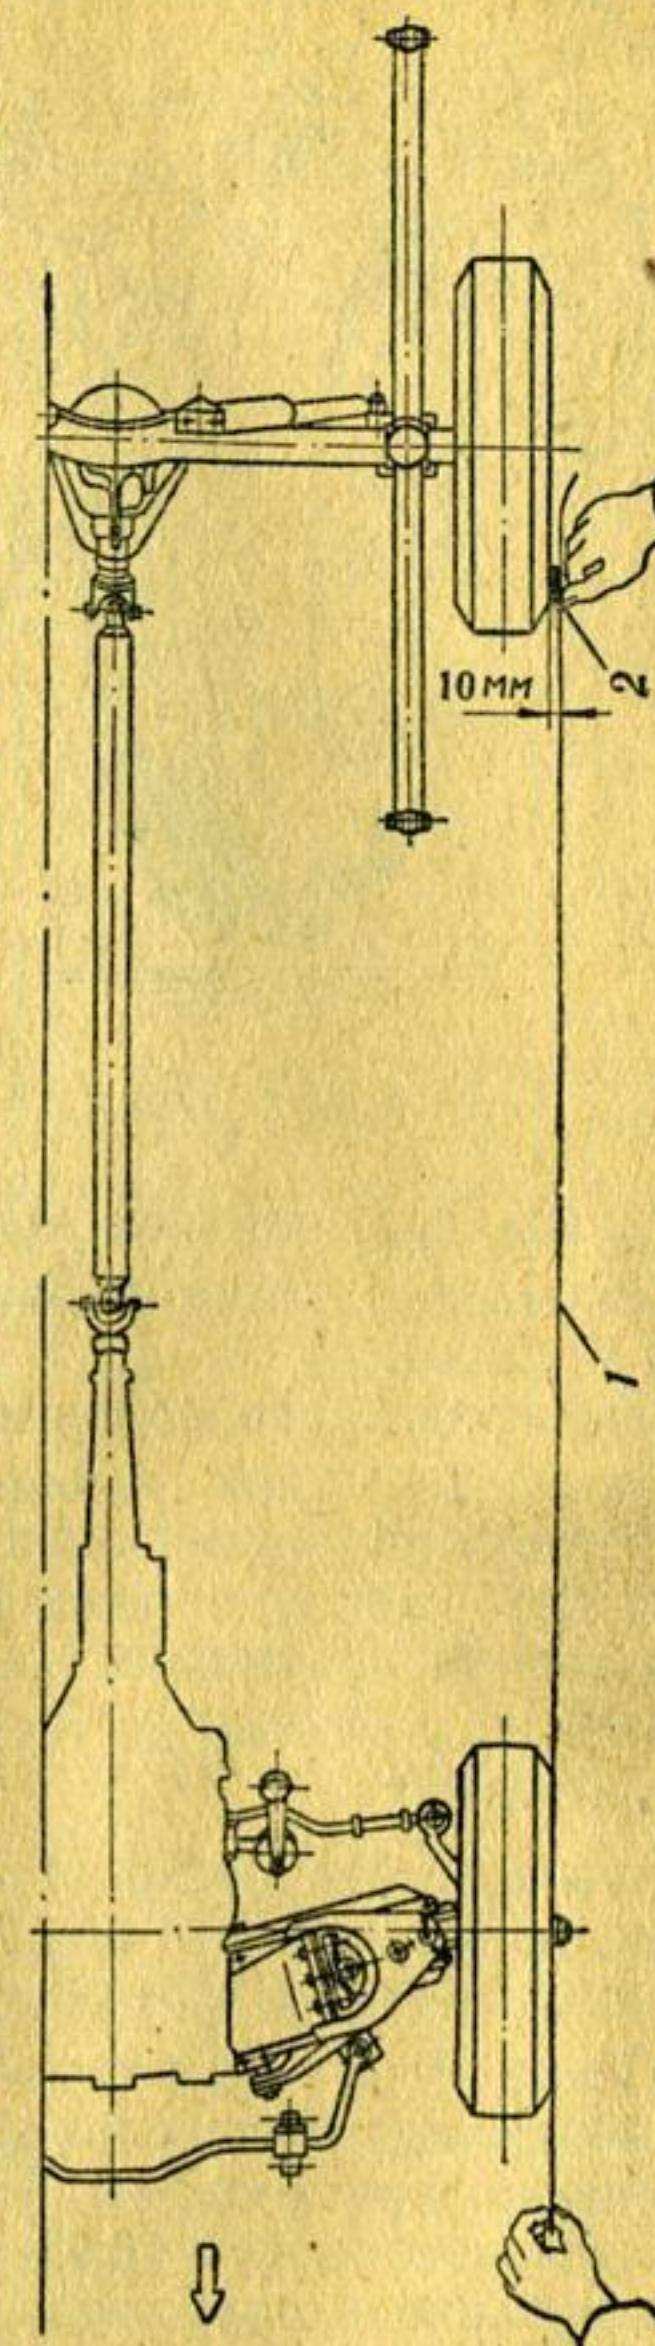

Рис. 52. Проверка правильности установки левого переднего колеса:
2. Проверяют правильность установки левого колеса для прямолинейного движения при помощи шнура 1 (рис. 52), натянутого от шины заднего левого колеса до шины левого переднего колеса на высоте немного ниже центров. При этом шнур должен пройти вплотную под колпачок ступицы переднего колеса (при снятом декоративном колпаке). Ввиду того, что колея задних колес меньше передних, подкладывают между шнуром и передней частью боковины шины заднего колеса пластину 2 толщиной 10 мм.